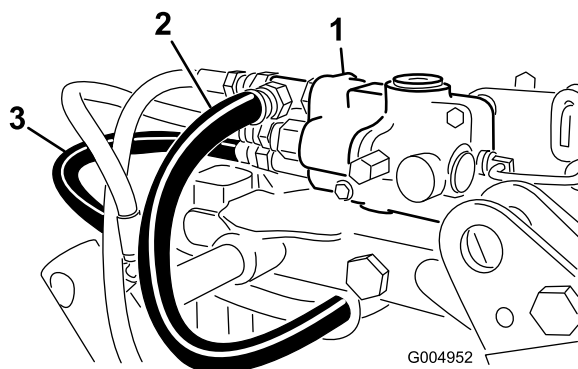

Figure 11
8. Acheminez et branchez les flexibles de pression et du réservoir hydraulique au distributeur (Figure 11).